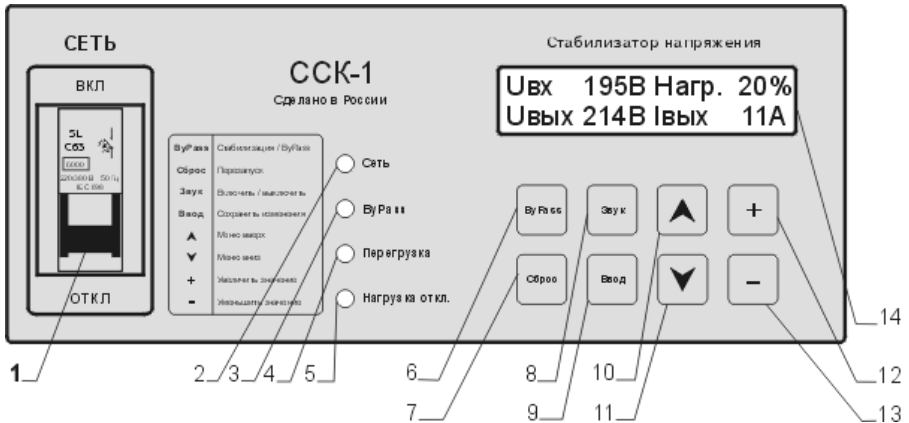

Рис.4. Панель управления и индикации.
10-панель управления (см.рис.4), 11-передняя панель.
На панели управления и индикации (см.рис.4) находятся: автоматический выключатель «Сеть» (1), светодиодные индикаторы (2...5), табло ЖКИ (14) и клавиатура управления (6...13).